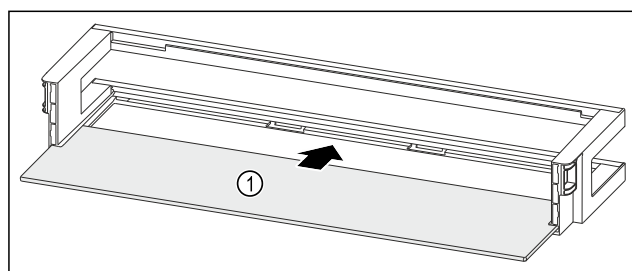

Fig. 173 Balconcino controporta con ripiano
- Inserire il ripiano Fig. 173 (1) negli incavi laterali.